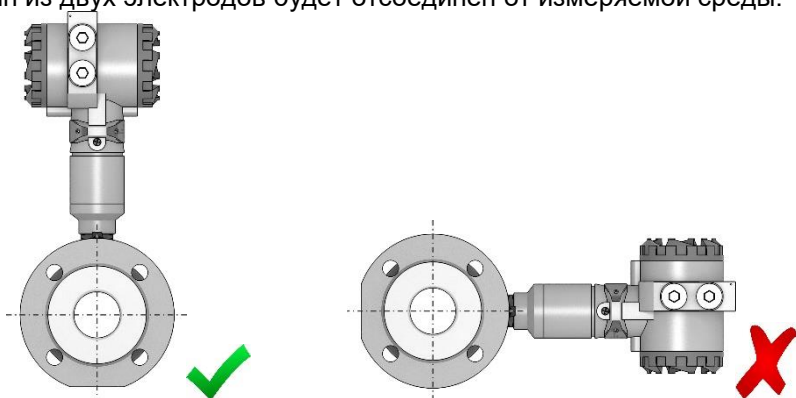

Рисунок 3.3 – Монтаж расходомера в горизонтальном трубопроводе
3.1.4.4 Монтаж ППР в горизонтальный трубопровод выполняется перпендикулярно продольной оси трубопровода. Расходомер должен быть расположен вертикально (рисунок 3.3).